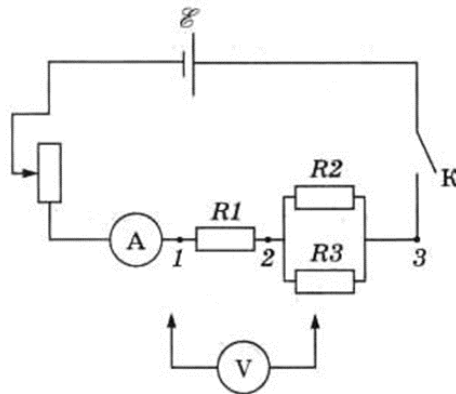

Рис. 3
1. Соберите электрическую цепь (см. рис. 3).
6. Подключите вольтметр к точкам 1 и 2 (см. рис. 3) и измерьте напряжение U_{12} между этими точками.